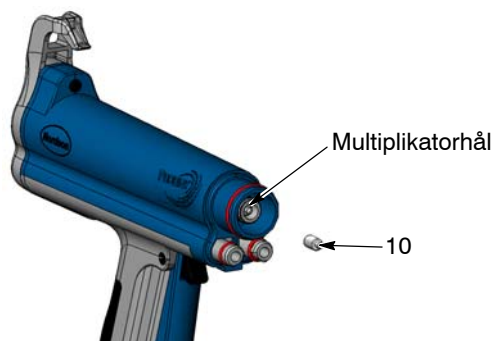
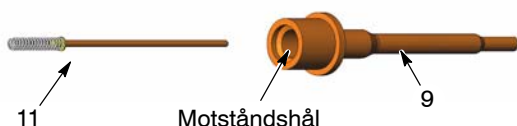

Bild 5 Demontering av kontaktdistans
Bild 6 Demontering av motstånd ur motståndshållare
8. Se bild 5. Tag ut kontaktdistansen (10) ur multiplikatorhålet. Torka av det dielektriskt tåliga fettet från kontaktdistansen.
9. Se bild 6. Tag ut motståndet (11) ur motståndshållaren (9).
1. Se bild 6. Tryck in ungefär 0.6 kubikcentimeter dielektriskt tåligt fett i motståndshålet.
2. Sätt i motståndet (11) i motståndshållaren (9) tills att det går emot botten, fyll därefter motståndshålet med approximativt 0.8 kubikcentimeter dielektriskt tåligt fett.
3. Se bild 5. Sätt in kontaktdistansen (10) i multiplikatorhålet. Fyll multiplikatorhålet med dielektriskt tåligt fett.